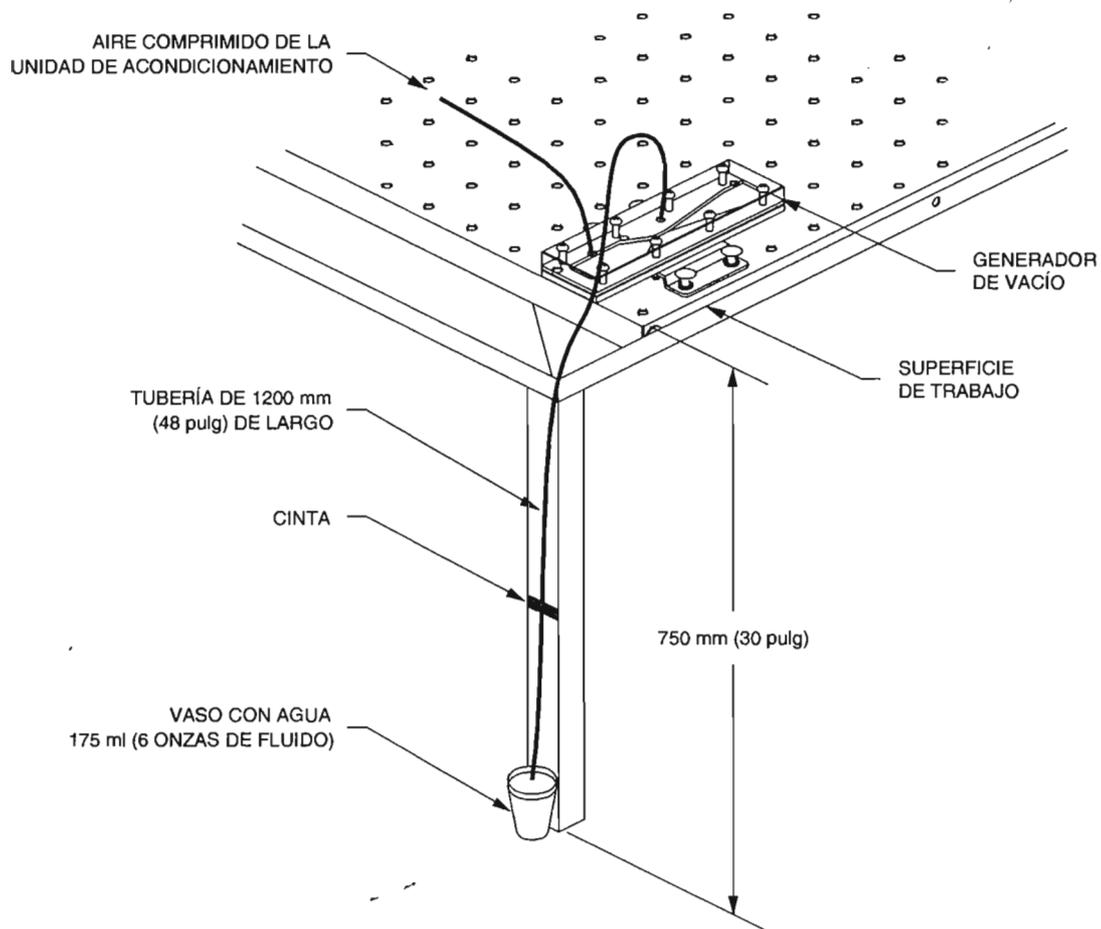

Figura 2-20. Diagrama esquemático del circuito utilizado para medir vacío.
- 23. Conecte el circuito mostrado en la Figura 2-20.